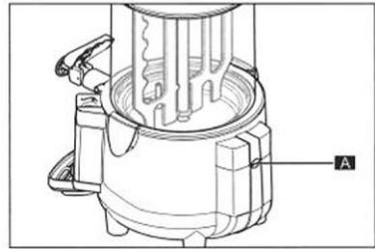

Рис. 2
4. Видалити за допомогою відповідного інструменту стопорний гвинт (A) (рис. 2).